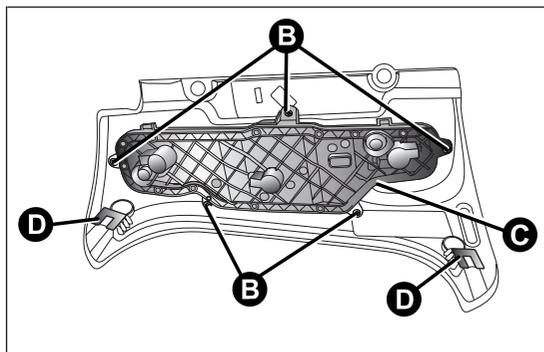

fig. 129
- dévisser les cinq vis B de leur siège et extraire la douille C fig. 129 ;